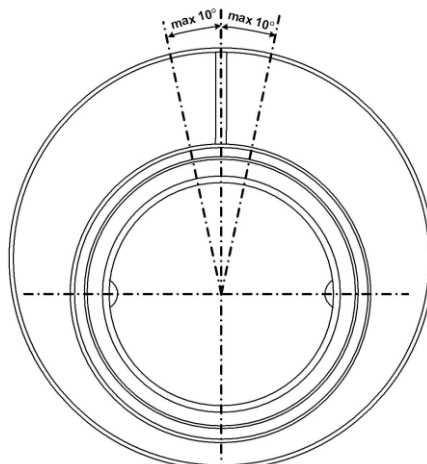

Рис.7. Допустимые отклонения плоскости монтажного кронштейна.
3.3.2. При монтаже в горизонтальный или наклонный трубопровод следует располагать ЭМР монтажным кронштейном кверху (рис.7). Угол отклонения плоскости монтажного кронштейна от вертикальной плоскости, проходящий через ось трубопровода, не должен превышать  $10^\circ$ .
в вертикальной плоскости с отклонением не более  $10^\circ$  (см. рис.7), а стрелка на шильде расходомера совпадала с направлением потока жидкости. Подключить кабель питания и связи.
- закрепить расходомер с использованием цепного подвеса, для чего предварительно установить в стенки колодца анкера со шпильками; цепь равномерно натянуть, обеспечивая угол отклонения от вертикали не более указанного на рис.7;
- закрепить расходомер на стенках колодца с использованием цепного подвеса, для чего предварительно завернуть в стенки колодца анкера со шпильками; цепь равномерно натянуть, обеспечивая угол отклонения от вертикали не более указанного на рис.7;